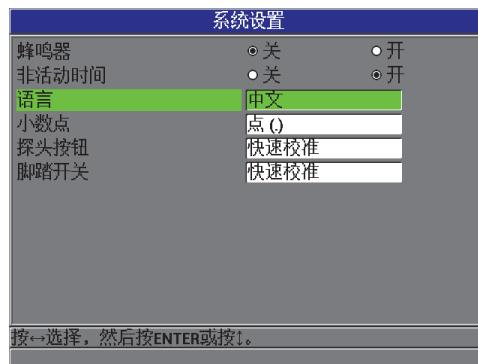

图 6-2 系统设置屏幕
1. 在仪器显示测量屏幕时，按 [设置菜单] 键，然后选择 **系统**，以显示系统设置屏幕（参见第 96 页的图 6-2）。